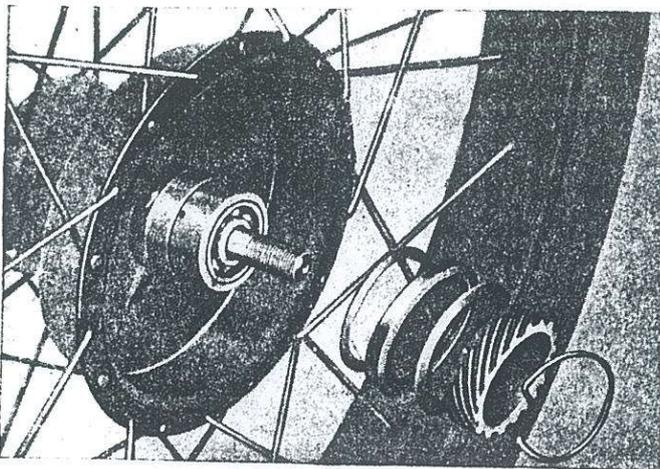

Bild 164. Dichtungsringe und Schraubenrad mit Anlaufscheiben aufschieben und mit Sprengling sichern
8. In der Nabe vorgesehene Loch für Hakensprengling Nr. 20605 (Bild 164) freimachen.
10. In Bild 164 gezeigte Einbauteile in folgender Reihenfolge einbauen: